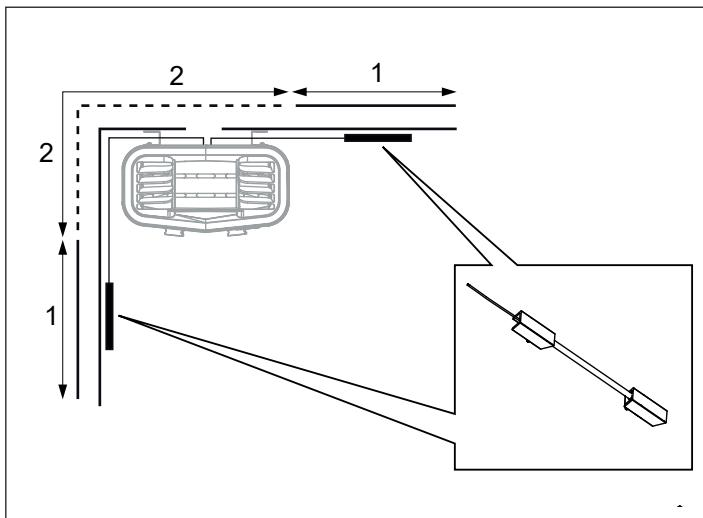

Fig 11: Placering av temperatursensor
7. För placering av temperaturhållare på väggen (se Fig 11).